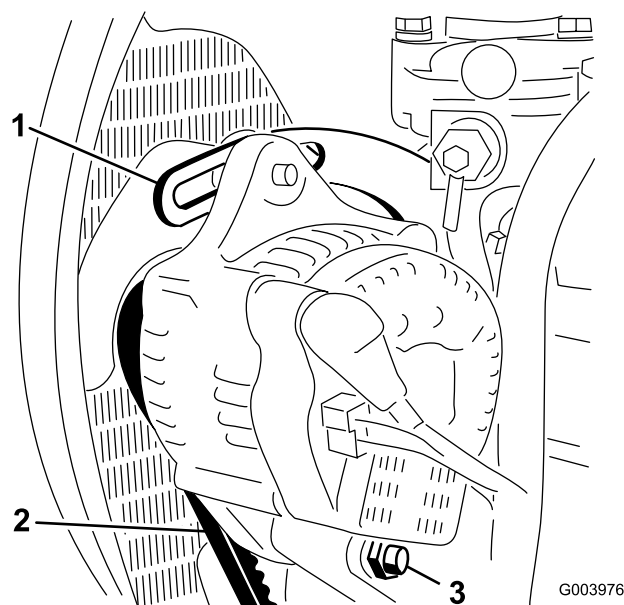

図 69
2. オルタネータ側プーリとクランクシャフト側プーリ間の中央部でオルタネータベルト 図 69 を指で10kg程度の力で押してベルトの張りを点検する。
3. ブレースをエンジンに固定しているボルト 図 69 と、オルタネータをブレースとピボットボルトに固定しているボルトをゆるめる。